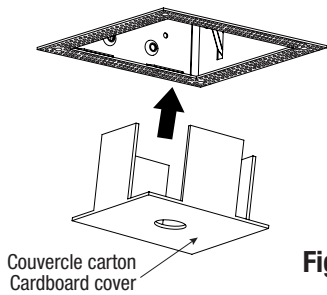

Fig. 5d
7. Seal the aperture of the luminaire housing into the ceiling with cardboard cover provided (Fig. 5d).
7. Boucher l'ouverture du boîtier du luminaire dans le plafond avec le couvercle de carton fourni (fig. 5d).